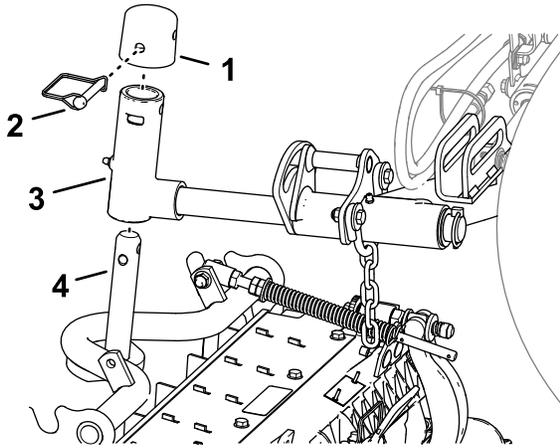

Figura 15
1. Deslize a unidade de corte sob o braço de elevação (Figura 15).